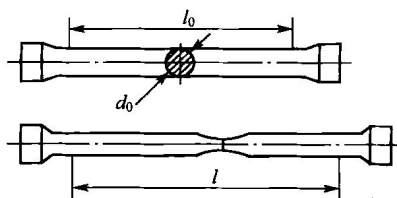
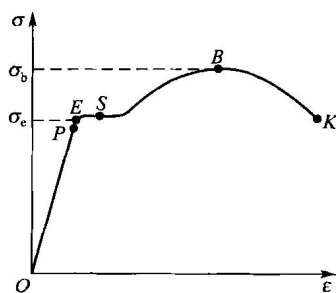

图 1.2 拉伸试样
图 1.3 低碳钢的应力-应变曲线图
材料的强度、塑性是依据国家标准(GB/T 228—2002)通过静拉伸试验测定的。它是把一定尺寸和形状的试样装夹在拉力试验机上，然后对试样逐渐施加拉伸载荷，直至把试样拉断为止。拉伸前后的试样如图 1.2 所示。标准试样的截面有圆形的和矩形的，圆形试样用的较多，圆形试样有长试样($l_0=10d_0$)和短试样($l_0=5d_0$)。一般拉伸试验机上都带有自动记录装置，可绘制出载荷(F)与试样伸长量(ΔL)之间的关系曲线，并据此可测定应力(σ)-应变(ϵ)关系： $\sigma=F/S$ (S 为试样原始截面积)、 $\epsilon=(L-L_0)/L_0(\%)$ 。图 1.3 为低碳钢的应力—应变曲线($\sigma-\epsilon$ 曲线)。研究表明低碳钢在外加载荷作用下的变形过程一般可分为 3 个阶段，即弹性变形、塑性变形和断裂。
(1) 弹性变形 在图 1.3 中, OE 段为弹性阶段, 即去掉外力后, 变形立即恢复, 这种变形称为弹性变形, 其应变值很小, E 点的应力 σ_E 称为弹性极限。 OE 线中 OP 部分为一斜直线, 因为应力与应变始终成比例, 所以 P 点的应力 σ_P 称为比例极限。由于 P 点和 E 点很接近, 一般不作区分。